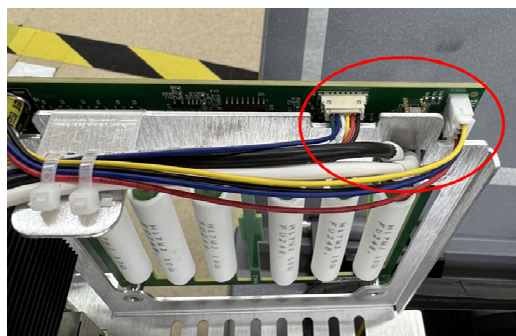

图 3-37 重连线缆
- 换上新的刹车板，拧好固定螺钉并将之前断开的线连接好，如图 3-37 所示：